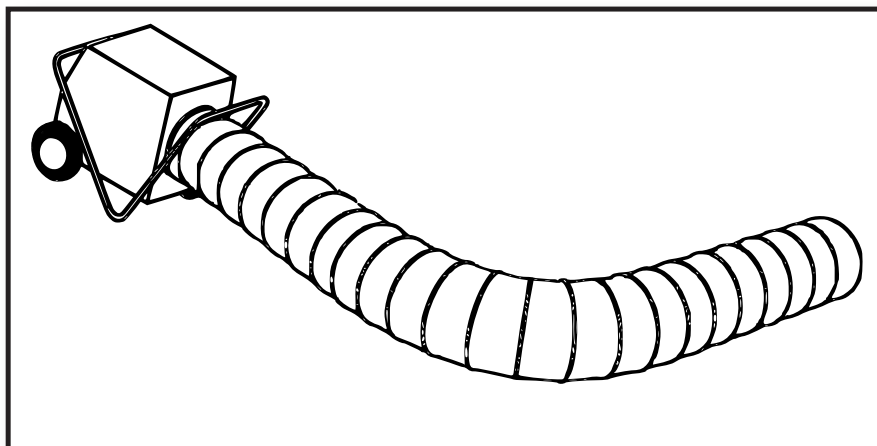

Fig. 7
►► 6. PRACA Z PRZEWODEM ROZPROWADZAJĄCYM CIEPŁE POWIETRZE (rys. 7.)